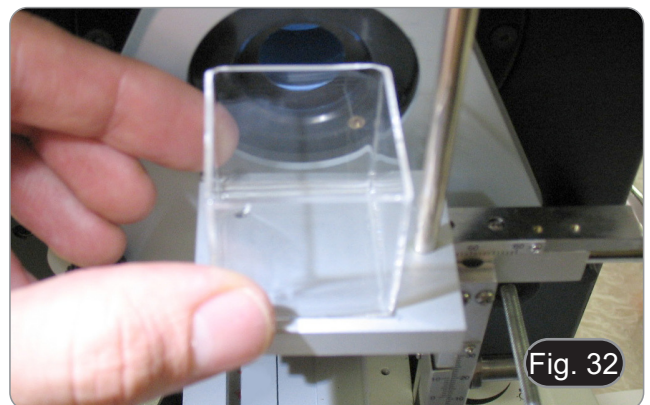

Fig. 32
4. Colocar a célula de imersão (ST-203) na placa do suporte. (Fig. 32)